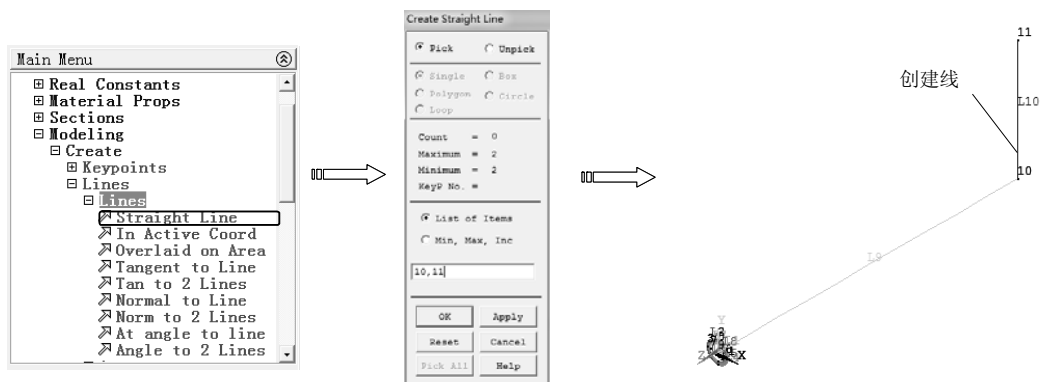

图 7-182 创建直线 L10
6) 选择“Main Menu>Preprocessor>Modeling>Create>Lines>Straight Line”命令，弹出“Create Straight Line”对话框，在图形区选择关键点 10 和 11，或直接输入两点编号“10, 11”绘制直线 L10，然后单击“OK”按钮创建直线，如图 7-182 所示。